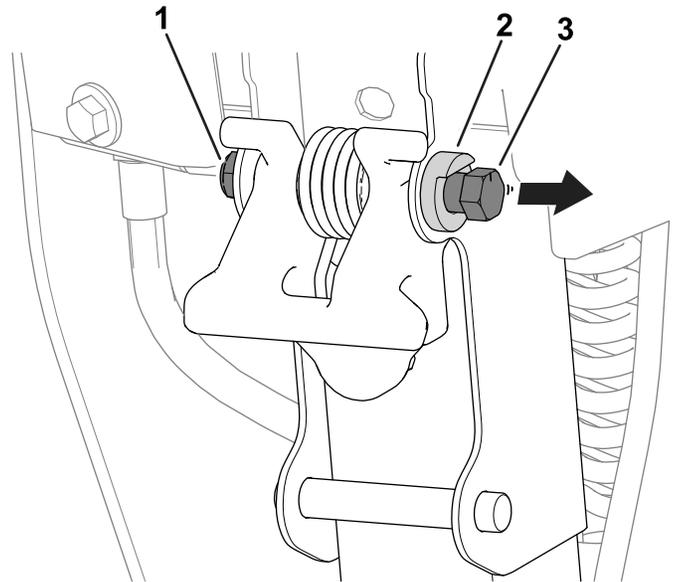

Figura 13
1. Afloje la tuerca del perno del cierre hasta que la cabeza del perno sobresalga del tope y pueda girar libremente (Figura 13).
3. Apriete la tuerca del perno del cierre (Figura 13) hasta que el perno quede bloqueado contra el tope en la posición nueva.